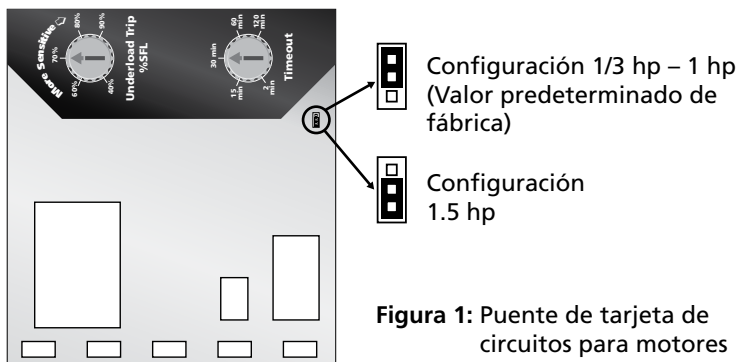

Figura 1: Puente de tarjeta de circuitos para motores 1.5 hp
2. Si va a usarse un motor de 1.5 hp, mover el puente de la tarjeta de circuito a la posición 1.5 hp, como se muestra en la figura 1.